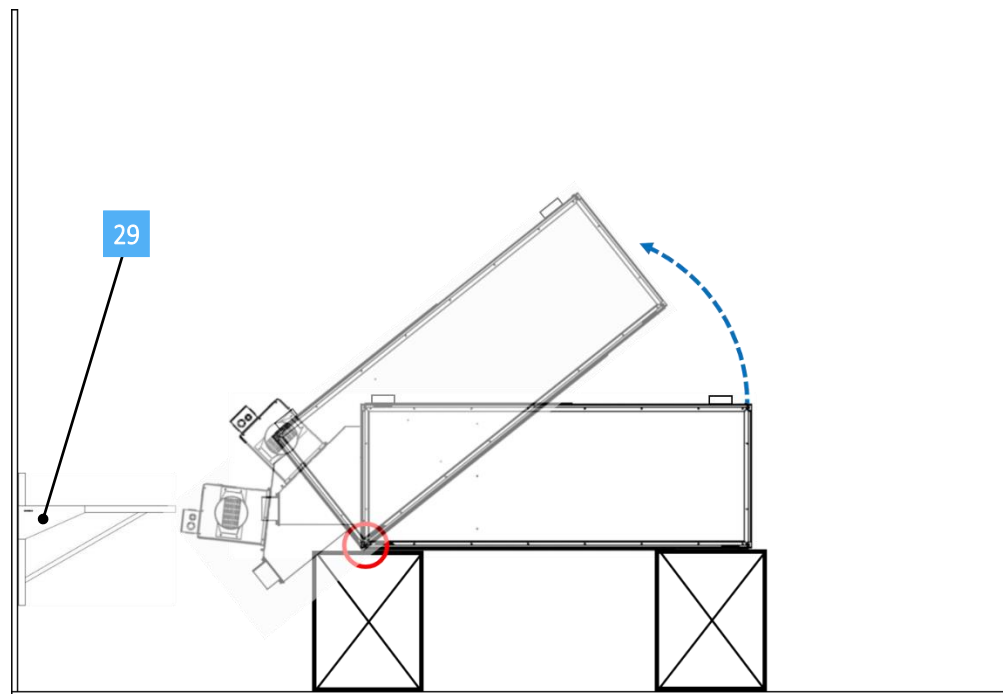

Fig. 32 *Levage dark-box: Étape 1. Dans le cercle rouge est représenté le point sur lequel se concentrer pour la rotation du système.*
- 1 Apportez la dark box sur les supports [29] avec le côté du projecteur d'entre eux. Éviter les mouvements brusques, soulever l'extrémité de la patte loin de la boîte noire (2 personnes) pivotant sur les structures de support sur lequel est monté la dark box (2 personnes) et en faisant attention à ne pas heurter le projecteur avec le sol (Figure 32). Si possible et / ou nécessaire d'utiliser des supports supplémentaires pour se reposer la dark box verticale avant de passer à la deuxième étape de la levée.